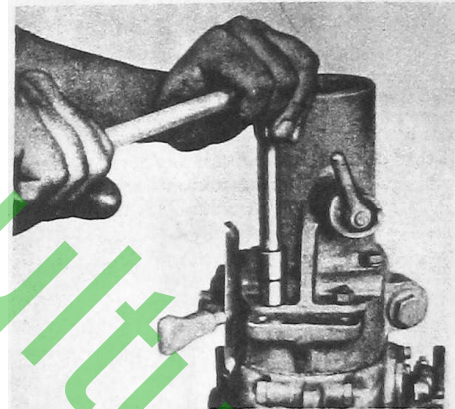

Fig. 50
1. Sechs Sechskantmuttern entfernen (Fig. 50).
1. Remove six hex. nuts (Fig. 50).